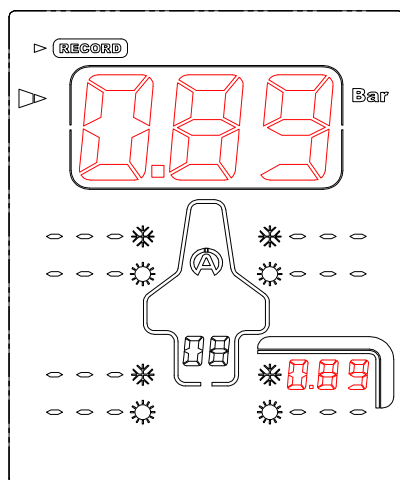

Figura 3
- 3) Coloque o sensor do Tyrecontrol na válvula do pneu (*figura 3*).